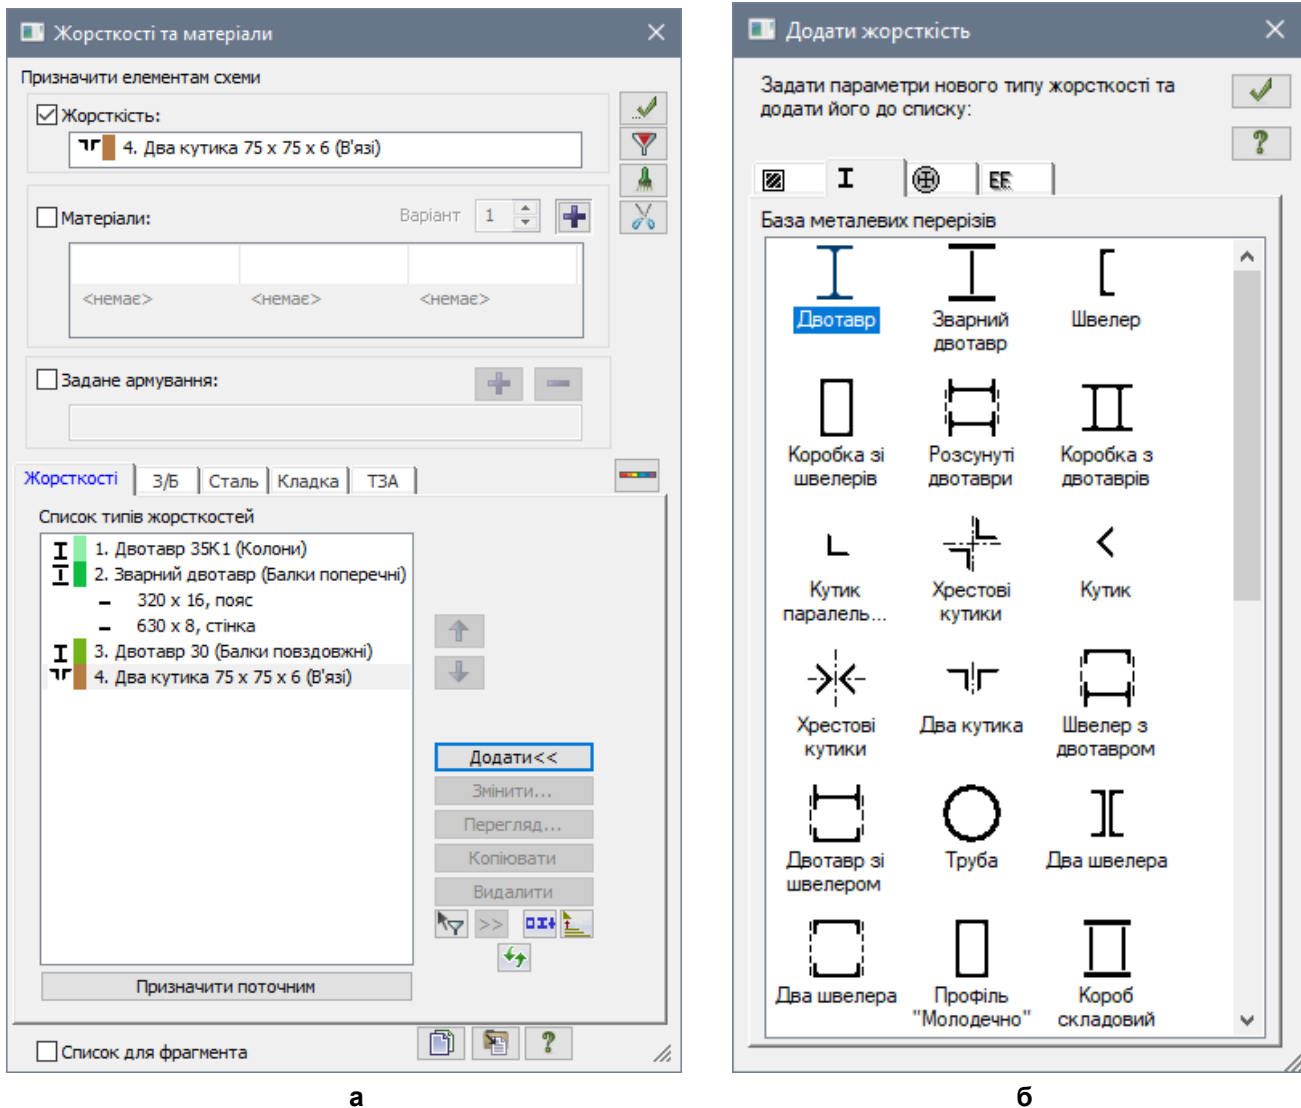

Рис. 12.12. Діалогові вікна: а – Жорсткості та матеріали, б – Додати жорсткість
- Натиснувши на кнопку  – **Жорсткості та матеріали елементів** (панель **Жорсткості та в'язі** на вкладці **Створення та редагування**) відкрийте діалогове вікно **Жорсткості та матеріали** (рис. 12.12,а).
- В цьому вікні натисніть на кнопку **Додати** і у вікні **Додати жорсткість** (бібліотеці жорсткісних характеристик), що з'явилося, перейдіть на другу закладку **База металевих перерізів** (рис. 12.12,б).